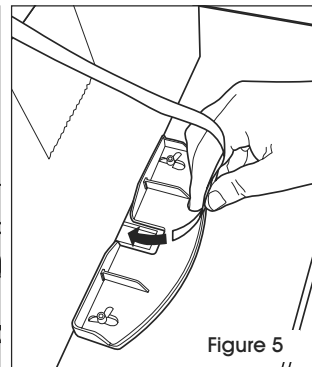

Figure 5
- b. Passez le feuillard autour du paquet et insérez l'extrémité du feuillard dans l'entrée pour commencer la mise sous tension du feuillard et le cycle de thermoscellage. (Voir Figure 5)
Le feillard ne se distribue pas plus loin que le guide d'alimentation.	1. Assurez-vous que la tension n'est pas réglée à un niveau trop bas. 2. Assurez-vous que le feillard est installé correctement et qu'il se trouve au-dessus du rouleau du levier de frein. 3. Assurez-vous que le bouton de longueur n'est pas tourné complètement vers le bas. 4. Si le feillard ne se distribue toujours pas automatiquement : a. Alimentez manuellement le feillard jusqu'à ce qu'il passe à travers et à l'extérieur de la porte supérieure. b. Si vous ne pouvez pas passer le feillard à travers la porte supérieure, soit la sortie du feillard est trop serrée, soit l'obstruction est sous l'ensemble du rouleau. 5. Si vous utilisez un feillard de 13 mm (1/2 po), le guide de sortie devrait ressembler à celui de la Figure 5. Pour un feillard plus étroit, appuyez sur le feillard jusqu'à ce qu'il ait très peu de mouvement latéral, mais qu'il puisse se déplacer librement dans le guide. 6. Si le problème n'est pas lié à la sortie du feillard, le guide de feillard devra être démonté. a. Retirez les boulons à tête creuse, desserrez la vis de réglage et délogez la goupille. (Voir Figure 6) b. Soulevez le support d'arbre et nettoyez le guide. c. Réinstallez la goupille, serrez la vis de réglage et installez les boulons à tête creuse.